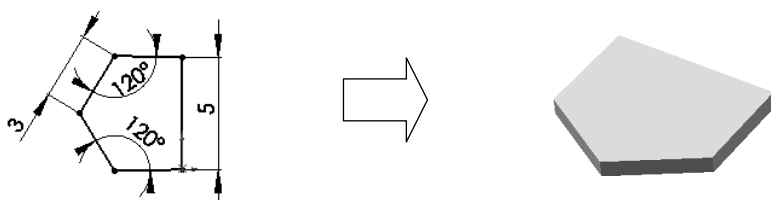

图 10.2.7 用“封闭环横断面草图”创建基体-法兰
下面以图 10.2.7 所示的模型为例，说明用“封闭环横断面草图”创建基体-法兰的一般操作过程。
Step3. 定义特征的横断面草图。选取前视基准面作为草图基准面，绘制如图 10.2.7 所示的横断面草图。
(1) 定义钣金参数。在“基体法兰”对话框  区域的  文本框中输入厚度值 0.50mm。
(2) 定义钣金折弯系数。在  区域的下拉列表中选择  选项，在  因子系数文本框中输入值 0.5。
(3) 定义钣金自动切释放槽类型。在  区域的下拉列表中选择  选项，选中  复选框，在  文本框中输入比例系数值 0.5。